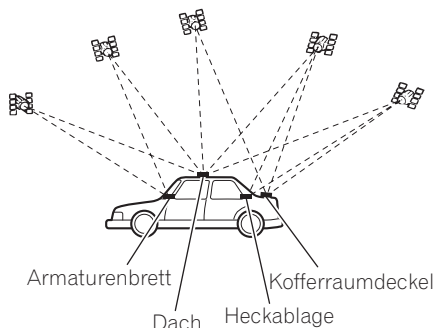

Abb. 10
- Die Antenne ist auf einer ebenen Fläche zu befestigen, die für Radiowellen gut zugänglich sein sollte. Der Empfang der Signale durch die Antenne ist nur möglich, wenn die Signale vom Satellit nicht blockiert werden. Für optimalen Empfang empfiehlt sich eine Befestigung auf dem Wagendach oder auf dem Kofferraumdeckel. (Abb. 10)